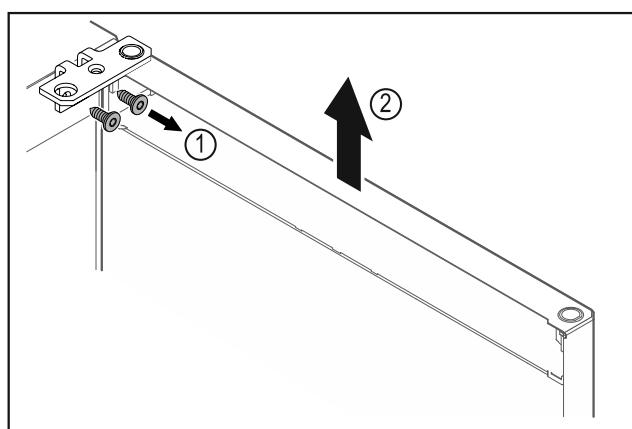

Fig. 9
- ▶ Развинете ъгъла на пантата *Fig. 9 (1)*.
- ▶ Повдигнете вратата заедно с ъгъла на пантата *Fig. 9 (2)* приблизително 200 mm право нагоре и я свалете.